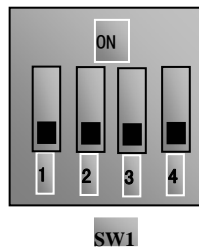

图 4-4 拨码开关
(2) 按方式键，进入编程菜单。
(3) 进行电机参数学习；操作步骤与例 1 完全相同。
(4) 设置变频器的功能参数：
① 进入 F106 参数，设置为 0，控制方式选择无速度传感器矢量控制；
② 进入 F203 参数，设置为 1，选择模拟 AI1，0~5V 电压端子频率设定方式；
③ 进入 F208 参数，设置为 1，选择方向端子（OP5 设置为自由停机，OP6 设置为正转；OP7 设置为反转）控制运行；
(5) 对于三相变频器控制端子排附近有一四位红色拨码开关 SW1，如图 4-4 所示。拨码开关的作用是选择模拟量输入端子 AI1、AI2 的输入范围（0~5V/0~10V/0~20mA）。实际使用时通过 F203 来选择模拟量输入通道。按图示把开关 1 和 3 拨到 OFF 位置，选择 AI1 通道 0~5V 电压调速。